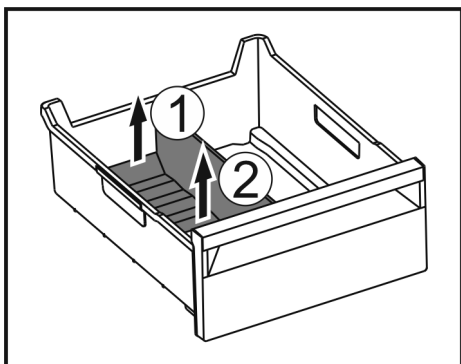

Fig. 120
- ▶ Achterste deel van de ijsvak-scheider optillen. Fig. 120 (1)
- ▶ Ijsvak-scheider er naar boven toe uitnemen. Fig. 120 (2)